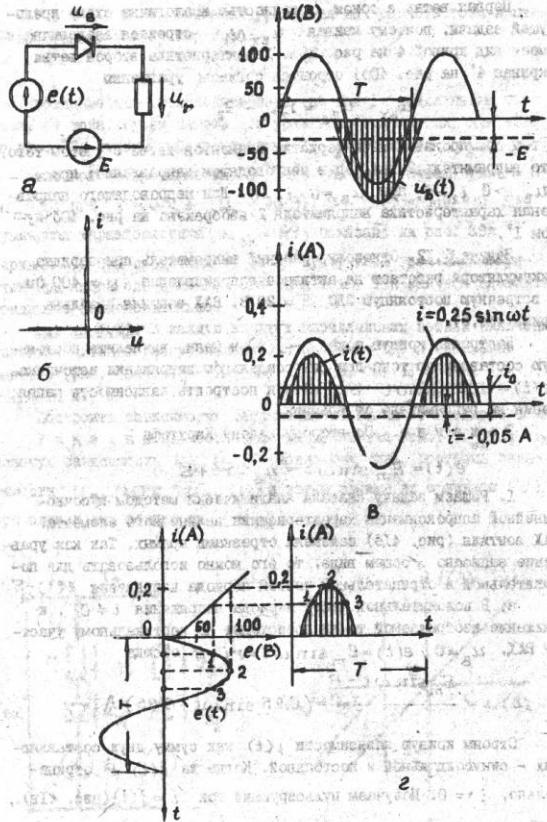

Рис. 41
Задача 6.12. Однополупериодный выпрямитель при зарядке аккумулятора работает на активное сопротивление $r = 400 \Omega \text{ м}$ и встречную постоянную ЭДС $E = 20 \text{ В}$. ВАХ вентиля идеальна (рис. 41а, б).
I. Решаем задачу сначала аналитически методом кусочно-линейной аппроксимации характеристики нелинейного элемента. ВАХ вентиля (рис. 41б) заменена отрезками прямых. Так как уравнение записано в общем виде, то его можно использовать для положительной и отрицательной частей периода напряжения $e(t) - E$.
Строим кривую зависимости $i(t)$ как сумму двух составляющих - синусоидальной и постоянной. Когда же $e(t) - E$ отрицательно, $i = 0$. Получаем пульсирующий ток $i = f(t)$ (рис. 41в).
Напряжение u_B находим суммированием синусоиды и постоянной составляющей. В начале и конце непроводящей части периода $E_m \sin \omega t = -5 = 20 \text{ В}$ и $i = 0$. Когда $e(t) > 20 \text{ В}$, то $i > 0$, $u_B = 0$. Результаты расчета изображены на рис. 41в.
2. Задачу можем решить графически (рис. 41г). Для этого графически находим зависимость
как сумму характеристики выпрямителя, сопротивления и постоянной ЭДС так же, как в задаче 6.10. Рядом с зависимостью $e(t)$ строим зависимость $e(t) = 100 \sin \omega t$. Когда $e(t) = 20 \text{ В}$, выпрямитель начинает проходить ток; далее значения тока находим графически, используя $e(t)$. Получаем кривую тока (рис. 41г), аналогичную полученной методом кусочно-линейной аппроксимации.